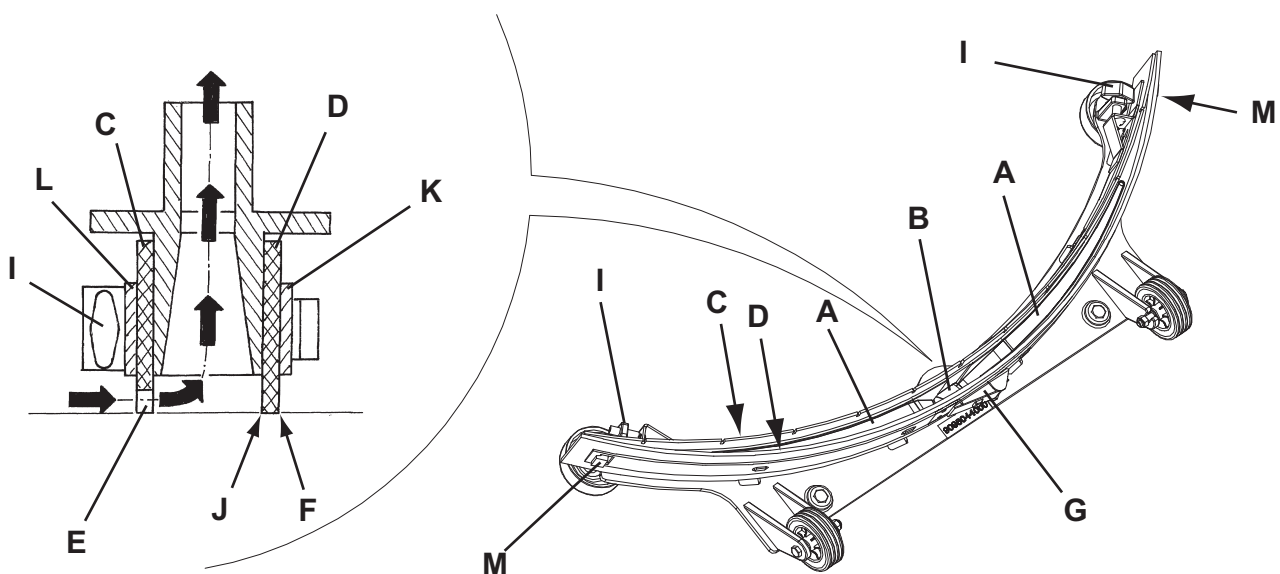

Figure 4
3. Baisser l'embouchure (25) au moyen du levier (10).
4. Desserrer les boutons (26) et déposer l'embouchure (25).
5. Déconnecter le tuyau d'aspiration (15) de l'embouchure.
6. Laver et nettoyer l'embouchure (Fig. 4). Nettoyer en particulier les compartiments de convoyage (A, Fig. 4) et l'orifice d'aspiration (B) de la saleté et des déchets. Contrôler que la lamelle en caoutchouc avant (C) et la lamelle en caoutchouc arrière (D) sont intactes et qu'elles ne présentent pas de coupures ou déchirures ; dans le cas contraire, les remplacer (voir la procédure au paragraphe suivant).
1. Nettoyer l'embouchure (Fig. 4) comme décrit au paragraphe précédent.
2. Contrôler que le bord (E, Fig. 4) de la lamelle en caoutchouc avant (C) et le bord (F) de la lamelle en caoutchouc arrière (D) se posent simultanément sur le plan, et en toute leur longueur ; en cas contraire, régler leur hauteur en procédant selon les instructions suivantes :
- Décrocher le tirant (G), décrocher le dispositif de retenue (M) et régler la lamelle en caoutchouc arrière (D), puis accrocher le dispositif de retenue et installer le tirant.
- Desserrer les boutons (I) et régler la lamelle en caoutchouc avant (C), puis serrer les boutons.
3. Contrôler que la lamelle en caoutchouc avant (C) et la lamelle en caoutchouc arrière (D) sont intactes et qu'elles ne présentent pas de coupures ou de déchirures ; dans le cas contraire, les remplacer en procédant comme suit. Contrôler que l'arête de la lamelle en caoutchouc arrière (J) n'est pas usée ; en cas contraire, tourner la lamelle en caoutchouc, en remplaçant l'arête usée avec l'une des trois arêtes intactes. Si toutes les arêtes sont usées, remplacer la lamelle en caoutchouc en procédant comme suit :
- Déposer le tirant (G), décrocher les dispositifs de retenue (M) et déposer la bande de retenue (K), puis remplacer / tourner la lamelle en caoutchouc arrière (D). Pour la repose de la lamelle, procéder dans l'ordre inverse de la dépose.
- Dévisser les boutons (I) et déposer la bande de retenue (L), puis remplacer la lamelle en caoutchouc avant (C). Pour la repose de la lamelle, procéder dans l'ordre inverse de la dépose.